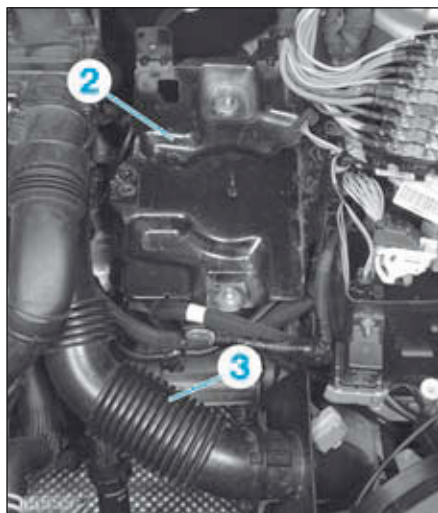

FIG.4
- le support de la batterie (2) (Fig.4),
- la canalisation d'admission d'air (3),